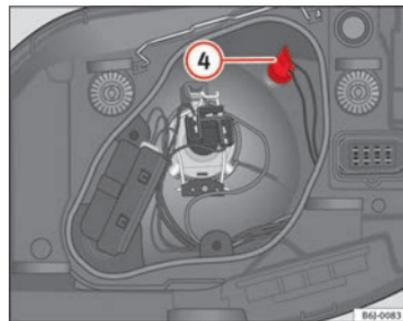

Fig. 147 Feux de position
- Retirez la douille d'ampoule ④ ⇒ fig. 147 vers l'extérieur.
- ③ Feux de croisement
- ④ Clignotant